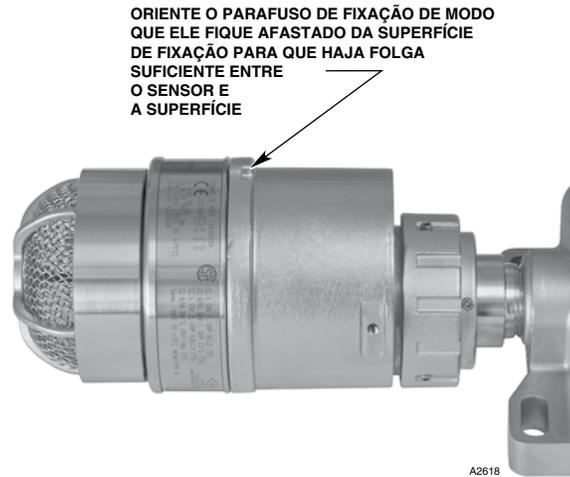

Figura 8—AC100 conectado à caixa de terminação (modelo M25 mostrado)
2. Quando o sensor ficar firme, observe a posição do parafuso de fixação na carcaça do sensor. O parafuso deve ser orientado de modo que ele fique afastado da superfície de fixação para que haja folga suficiente entre o sensor e a superfície. Veja a Figura 8.
5. Insira os fios do sensor através do conjunto do conector na caixa de terminação. Em seguida, prenda o sensor na caixa de terminação, apertando o anel no conjunto do conector. Antes de apertar o anel, orientar o sensor com o parafuso de fixação afastado da superfície de fixação do detector para garantir folga suficiente entre o sensor e a superfície de fixação. Veja a Figura 8.